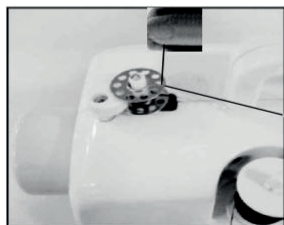

Рисунок 14
4. Нажмите переключатель скорости, чтобы начать обмотку (рис.14).